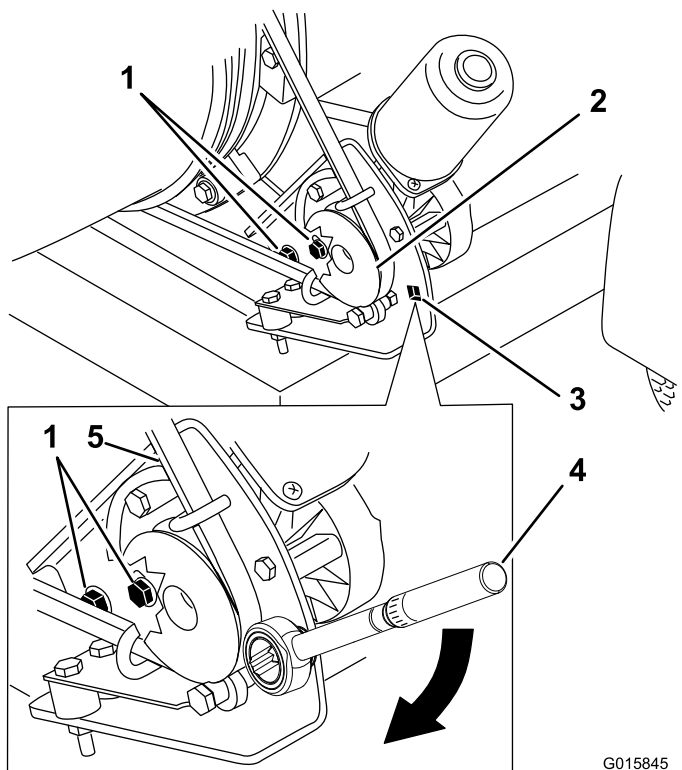

図 47
2. モータ取り付けブラケットを機体フレームのハウジング取り付け部に固定しているフランジキャリッジボルト 2 本とフランジロックナット 2 個をゆるめる 図 47。
3. 図 47 のように、プーリ取り付けブラケットにトルクレンチを差し込む。
4. ブロアのノズルから離れる方向にモータ取り付けブラケットを回し、レンチを締めて、締め付けトルクを $22.6-26.0 \text{ N}\cdot\text{m}$ $2.3-2.6 \text{ kg}\cdot\text{m}$ $= 200-230 \text{ in}\cdot\text{lb}$ とする 図 47。